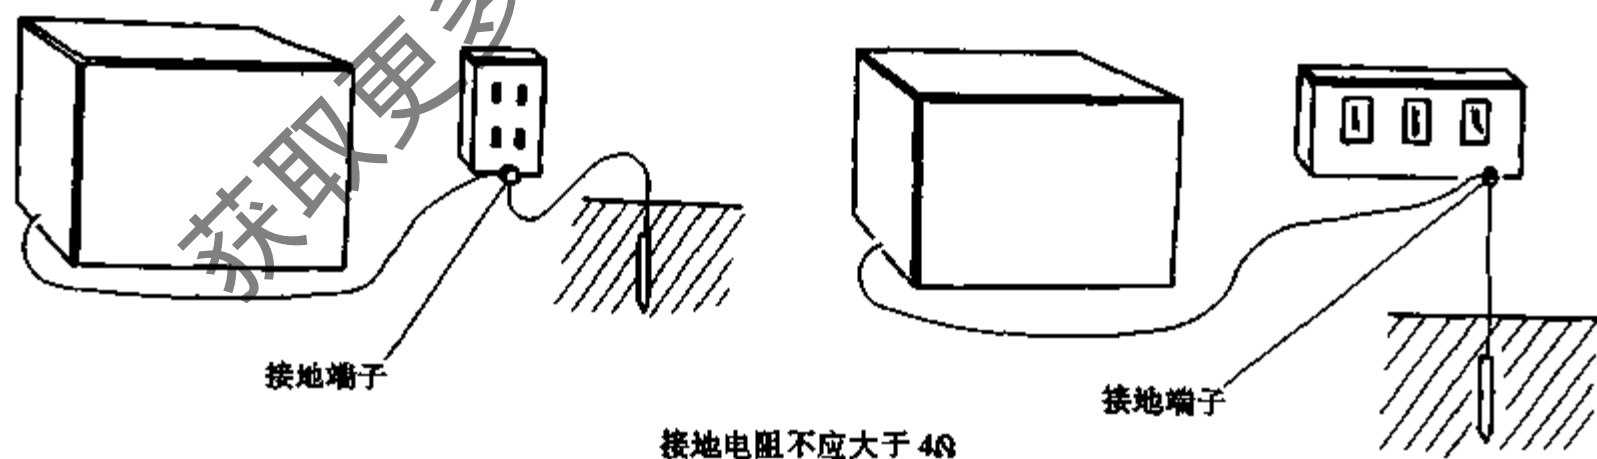

图 3-29 空调器的接地要求
- (1) 接地方法应按图 3-29 进行。
- (2) 接地棒埋入地下的方法。